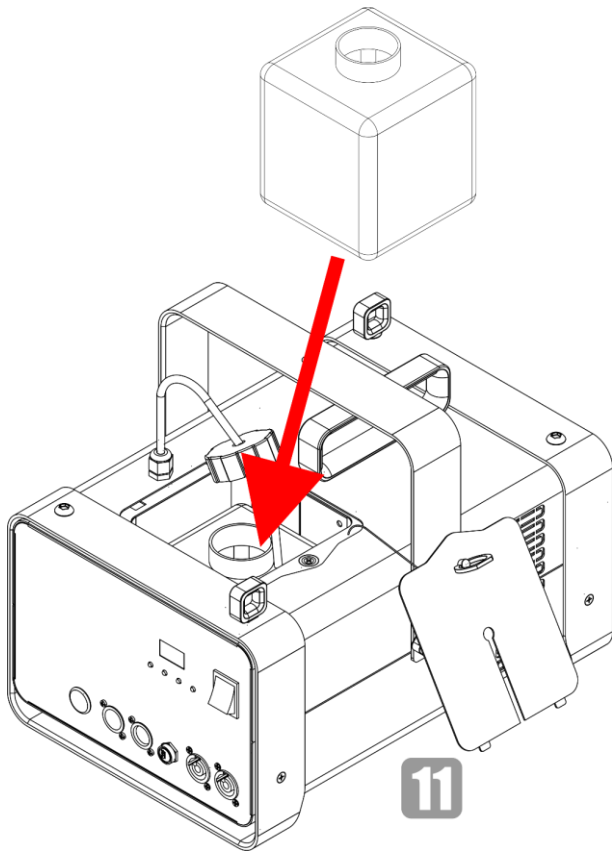

Abb. 29
- 11) Setzen Sie den Flüssigkeitsbehälter wieder in das Gerät ein (Abb. 29).